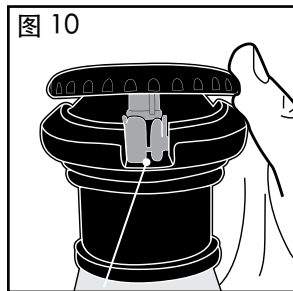

图 10
10. 在过滤支架盖上，将水流控制盖与凸起槽对齐（图 10）。轻轻压下后，水流控制盖将卡紧入位。利用水流控制盖，您将能方便地调节水流强度。向右旋转水流控制盖增加水流，向左旋转减小水流。重要：如果您注意到水流减少，而将水流控制提高到最大，也无法改变水流，这可能表示过滤器堵塞和变脏，需要冲洗和清洁过滤支架。请查阅本手册的“饮水器拆卸与清洁”一节，了解清洁和维护饮水器的详情。